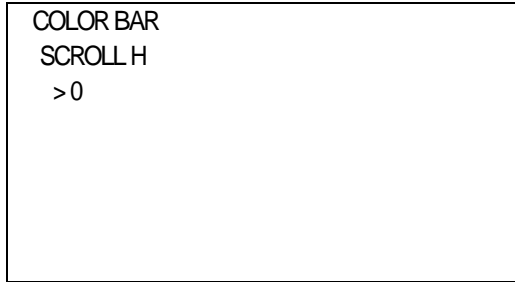

図4-4 オンスクリーンメニュー (SCROLL H例)
- 1) COLOR BARメニューで「SCROLL H」を選択し、**ENTER**ボタンを押すと図4-4のような設定メニューが表示されます。